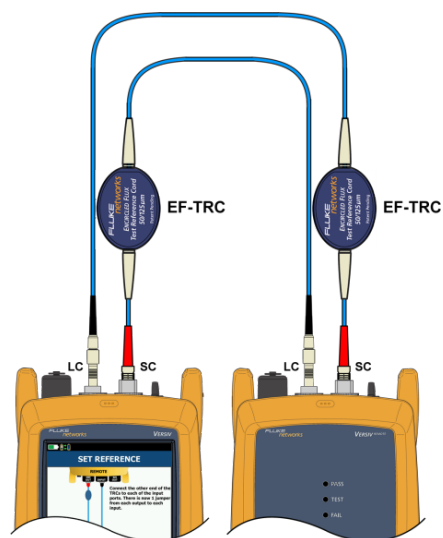
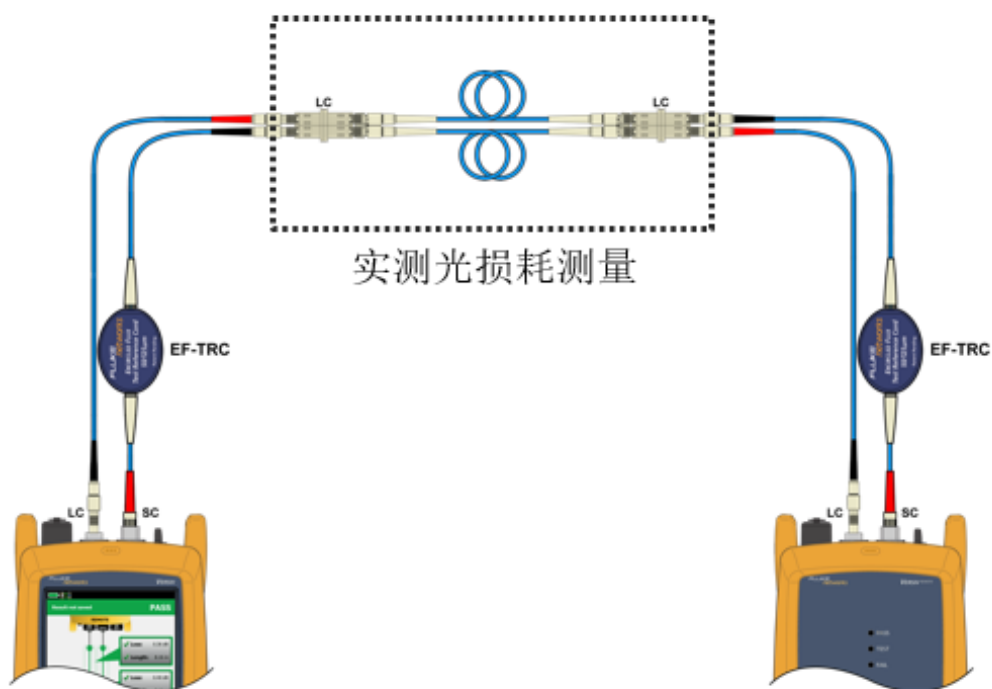

图 2.4.5 一跳线参考设置（多模）
图 2.4.6 一跳线法：接入被测链路
- (1) 一跳线法，针对光纤永久链路的被测链路，连接方式如图 2.4.5，图 2.4.6 所示。测试结果含两端的连接器。